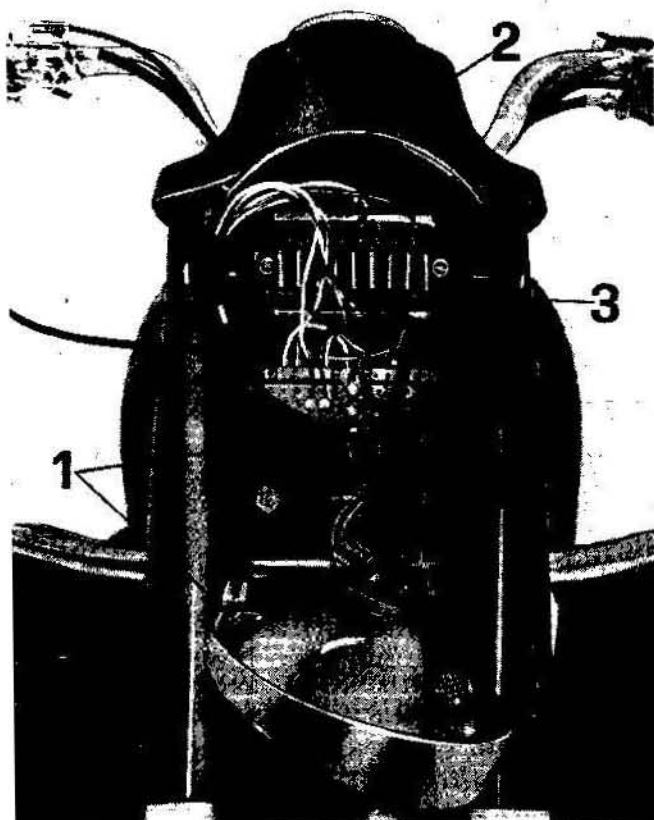

Fig. 115
FARO ANTERIORE (vedere fig. 115)
VALVOLE DI PROTEZIONE DELL'IMPIANTO ELETTRICO (FUSIBILI) (vedere 3 di fig. 115)
Le valvole sono poste sulla morsettiere del faro, per accedere alle valvole, occorre svitare la vite (1) che tiene la ghiera del gruppo ottico e sfilarla dall'orecchietta superiore (2) (vedere fig. 115).